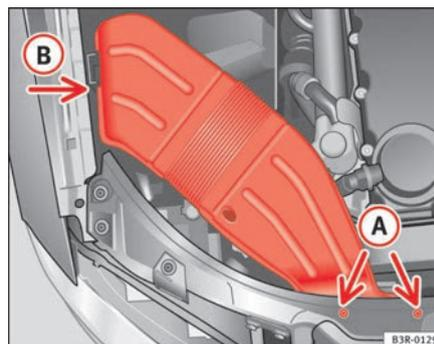

Abb. 187 Luftführungshutze an rechter Fahrzeugseite
- Drehen Sie die Schrauben (A) ⇒ Abb. 187 heraus.
- Ziehen Sie die Luftführungshutze aus der Führung (B) und nehmen Sie diese heraus. ■